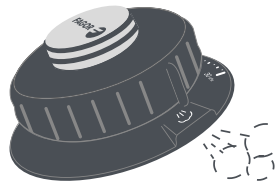

Fig. 15
(Modèle Dual Xpress) Pour utiliser l'option automatique, tournez le régulateur de pression (15) dans le sens des aiguilles d'une montre jusqu'à atteindre la position de libération de la vapeur (↻) (Fig. 15).